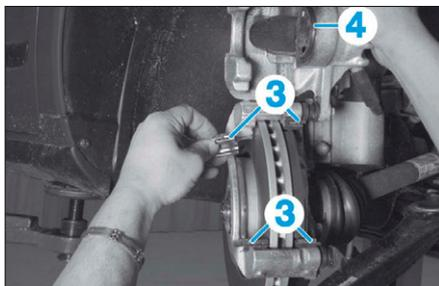

FIG. 4
- Déposer les agrafes (3) (Fig.4).
- Vérifier la présence de la cale antibruit (4) (Fig.4).